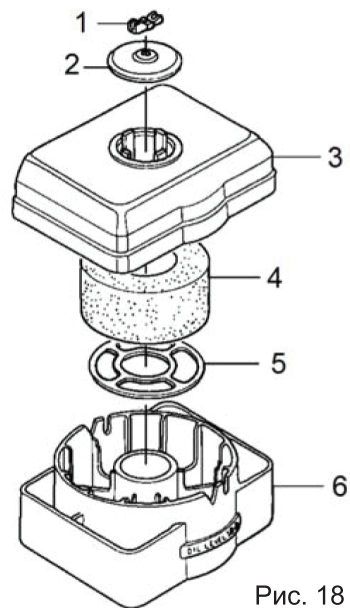

Рис. 18
1. Открутите гайку крышки воздушного фильтра (рис. 18).